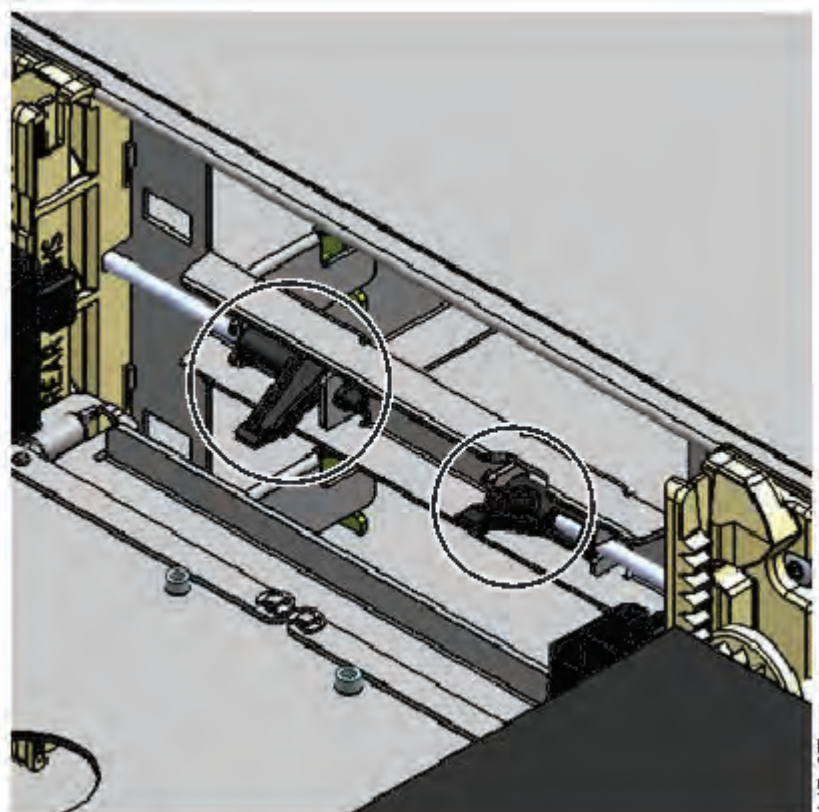

Figure 80. Leviers de dégagement des magasins
1. Retirez les chargeurs gauche et droit en utilisant les leviers de libération du chargeur (entourés en Figure 80, à la page 185). Tirez sur le levier, puis retirez le magasin.